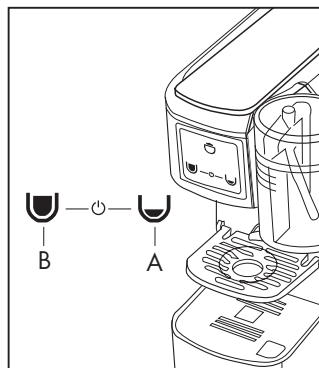

Fig. 4
- Accendere la macchina premendo uno dei simboli(A)o(B) o contemporaneamente i 2 simboli (A)e(B). **(Fig.4)**.
- I tasti posti sul pannello comandi (2) cominceranno a lampeggiare; quando si illuminano in modo fisso la macchina è pronta per l'utilizzo **(Fig.4)**.
- Controllare che non ci siano capsule all'interno della macchina e che ci sia acqua nel serbatoio (8); accendere la macchina premendo uno dei simboli(A-B) o contemporaneamente i 2 simboli (A-B) **(Fig.4)**.